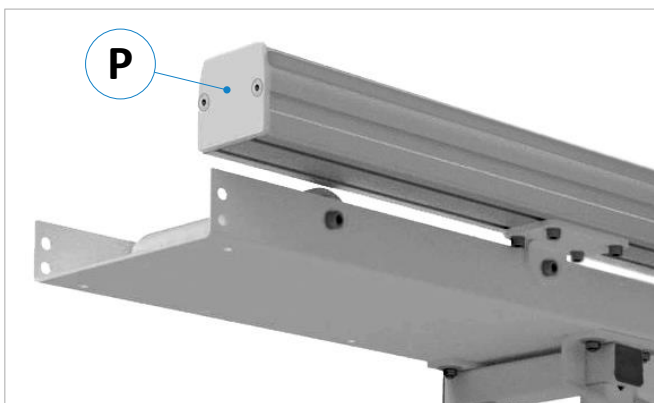

Abbildung 10: Endplatten montieren
1. Entfernen Sie eine der beiden Endplatten (siehe ⇒ Abbildung 10), damit der Profil-Querschnitt zugänglich ist und reinigen Sie die Führungskanten über die gesamte Länge mit einem fettlösenden Mittel.